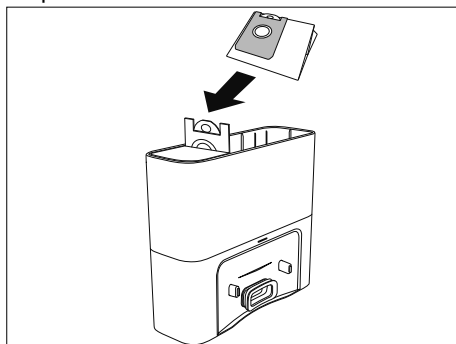

Fig. 25 – Remplacer le sac à poussière
- ▶ Mettez un nouveau sac à poussière en place sur le support du réservoir, comme indiqué (**voir Fig. 25**).